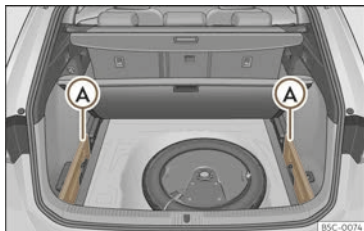

Abb. 193 Im Gepäckraum: Aufnahme zum Verstauen der aufrollbaren Abdeckung.
- Entfernen Sie die Abdeckungen links und rechts >>> (Abb. 193) (A).